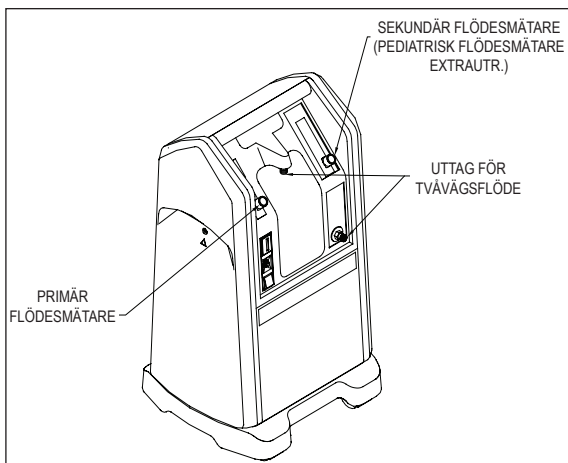

Fig. I.3
**NewLife® Intensity 10**-enhetens 10-litersfunktion för tvåvägsflöde gör det möjligt att använda en koncentrator för högflödeskraven hos en 10 l/min.-patient eller två patienter vars gemensamma behov uppgår till högst 10 l/min. (fig. I.3). Denna funktionen lämpar sig utmärkt för användning i hemmet, långvård och rehabilitering, sjukhus eller väntrum på läkarmottagningar.